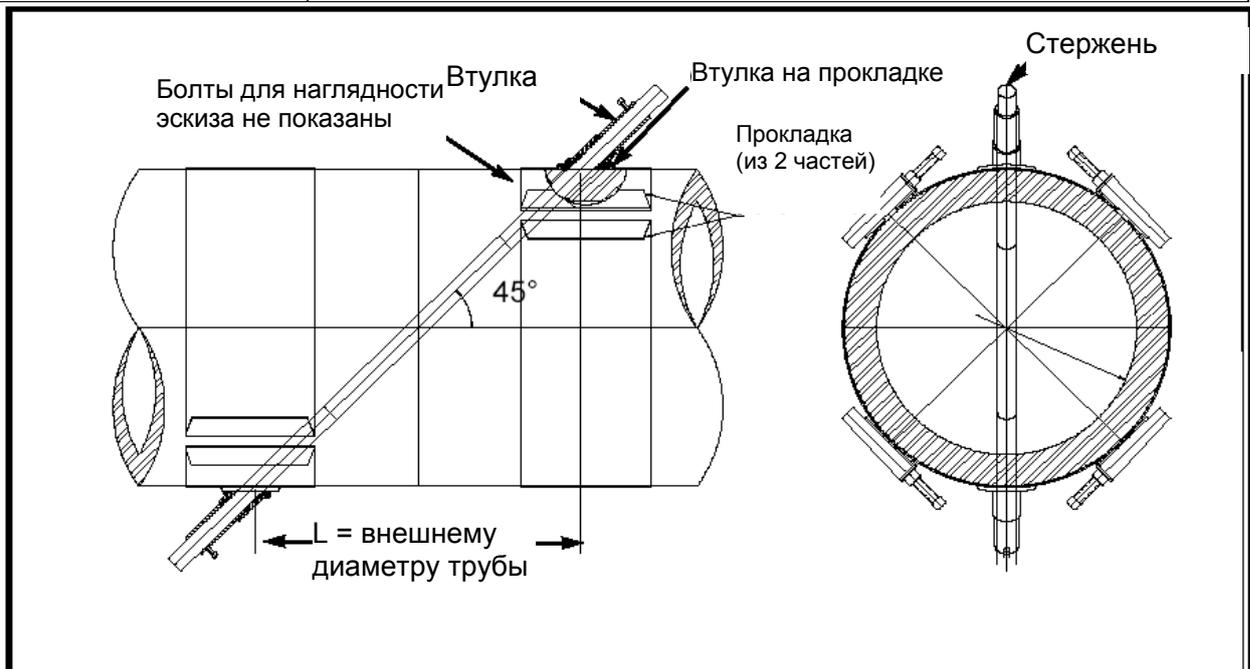

Рис. 8. Труба из несвариваемого материала с присоединенной подкладкой
5. Пропустите стержень через оба отверстия, чтобы обеспечить правильную ориентацию при закреплении в каждом отверстии профильной муфты или патрубка. Для фиксации стержня в муфтах или в патрубках используйте направляющие втулки (см. рис. 8 внизу).